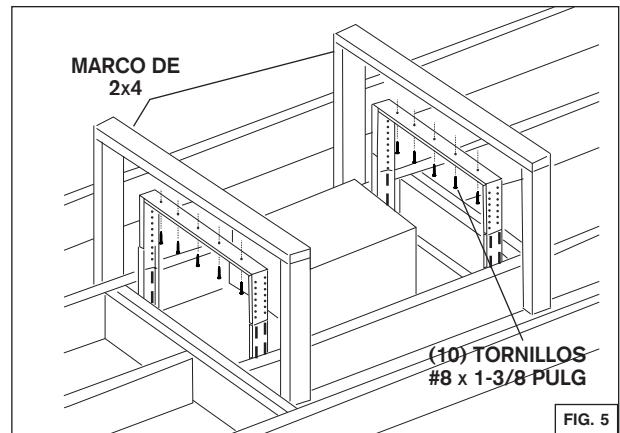

FIG. 5
3. Sujetar cada carcasa del soporte telescópico al marco del soporte de la campana usando 10 tornillos # 8 x 1-3/8 pulg. suministrados. Ver la FIG. 5.